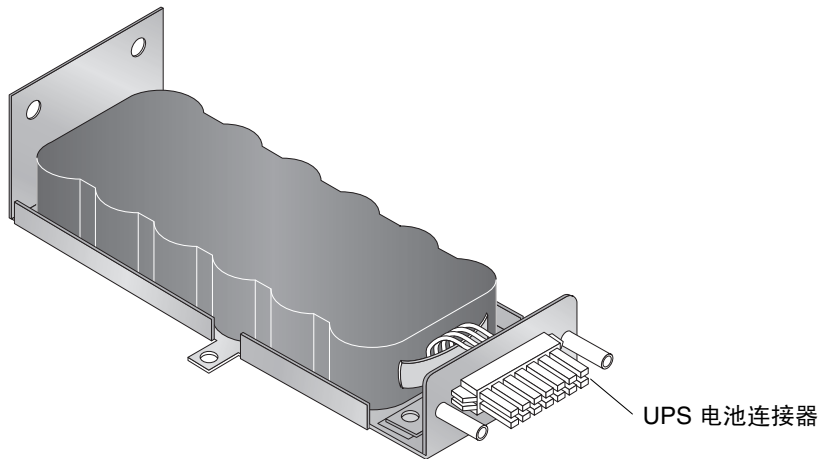

图 6-12 UPS 电池
5. 小角度滑入新电池，使电池上的插针式连接器与电源和冷却设备上的插座式连接器啮合（图 6-12）。